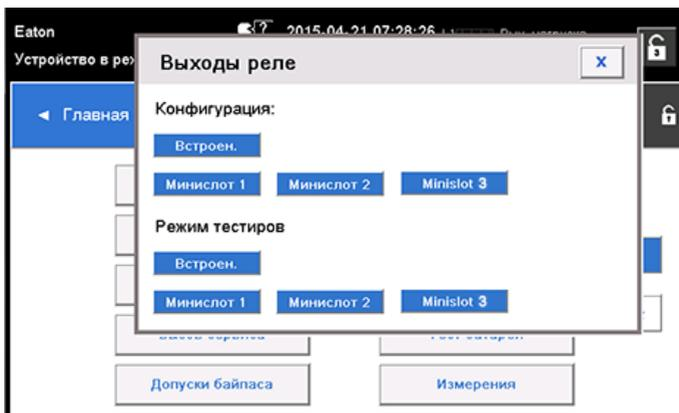

Рисунок 36. Параметры конфигурации релейных выходов
10. Для проверки реле необходимо выбрать любой из параметров в режиме тестирования (см. рисунок 36).